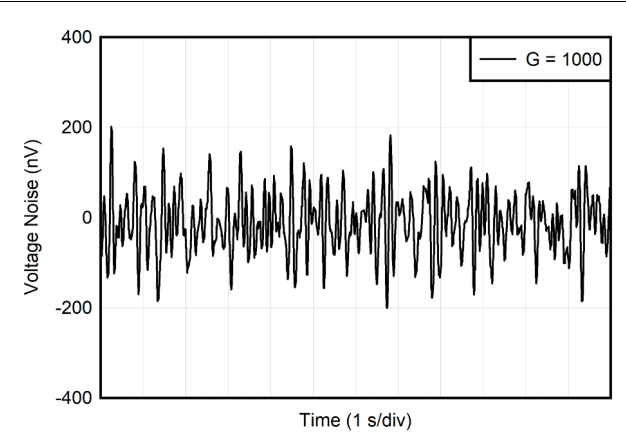

图 7-28. 0.1-Hz to 10-Hz RTI Voltage Noise
0.1-Hz to 10-Hz RTI Voltage Noise, $G = 1000$	Figure 7-28